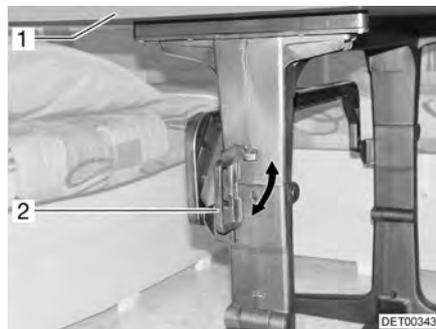

Bild 69 Schwenktisch
- Den Griff (Bild 69,2) in die waagrechte Position drehen.
- Die Tischplatte (Bild 69,1) in einem Bogen nach unten schwenken.